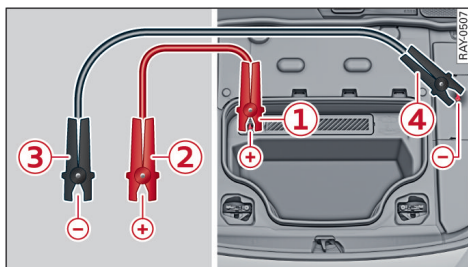

图 136 连接辅助启动电缆
- 1. 将红色正极电缆的一端连接到辅助启动销 ① 上 ⇨ 图 136。
- 2. 将红色正极电缆的另一端固定在电源的正极 ② 上。